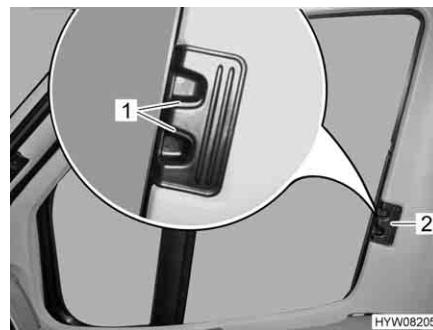
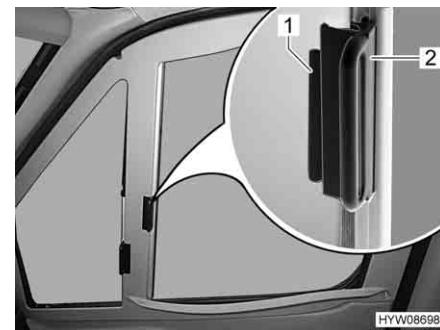

Fig. 17 Tendine oscuranti pieghevoli per il finestrino del conducente/passeggero (Fiat)
Fig. 18 Tendine oscuranti pieghevoli per il finestrino del conducente/passeggero (Mercedes-Benz)
- A seconda del tipo di tendina oscurante, premere e tenere premute le levette di bloccaggio (Fig. 17,1).
- Con la levetta (Fig. 17,2 o Fig. 18,2) tirare le tendine oscuranti pieghevole per il finestrino del guidatore e del passeggero verso l'altro lato della finestra e congiungerle alle strisce magnetiche.
- Inserire fino all'arresto le tendine oscuranti pieghevole per il finestrino del guidatore e del passeggero per la maniglia (Fig. 17,2 o Fig. 18,2).
- Rilasciare le levette di bloccaggio (Fig. 17,1) e farle innestare, oppure spingere l'impugnatura (Fig. 18,2) fino al sopralzo (Fig. 18,1).